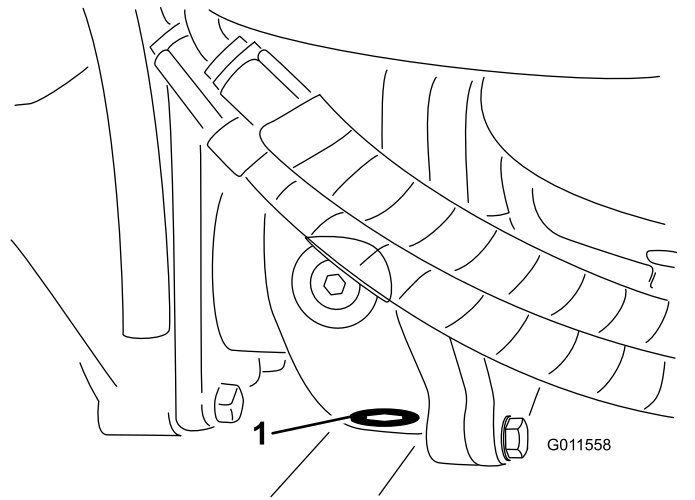

Figura 94
5. Limpe a zona em redor do tampão de escoamento no fundo da caixa de engrenagens (Figura 94).